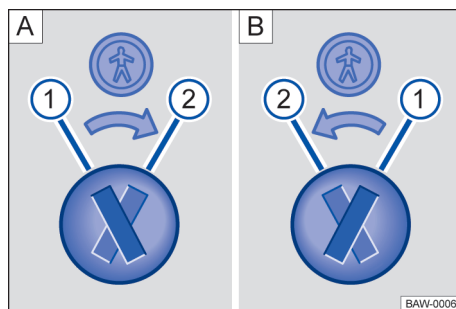

Fig. 36 Trava de segurança para crianças: **A** porta traseira esquerda, **B** porta traseira direita.
Legenda para → Fig. 36:
- Introduzir a haste da chave na ranhura da trava de segurança para crianças para ativar ou desativar → Fig. 36.